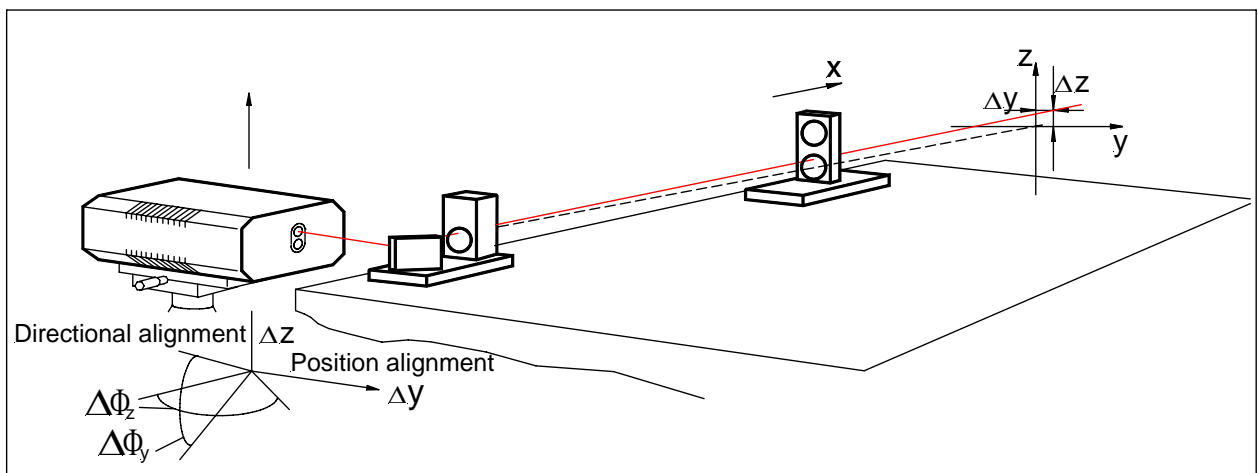

图 12: 光路的调整
位置和方向调整见图 12:
4) 光路调整完成后, 使用以下步骤调整角度干涉仪光路 (图 12):